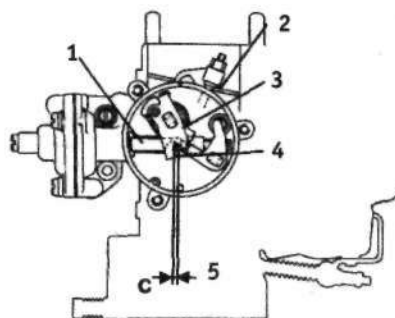

Рис.13.9. Регулирование зазора рычага автоматического подсоса (карбюратор Solex C30 DI 40) (раздел 5):
6. Для того, чтобы отрегулировать зазор рычага автоматического подсоса (см. рис.13.9), полностью закрыть воздушную заслонку и проверить, чтобы расстояние "С" было равно 0,2-0,4 мм. Если необходимо регулирование, следует подогнуть язычок на рычаге устройства обеднения смеси.